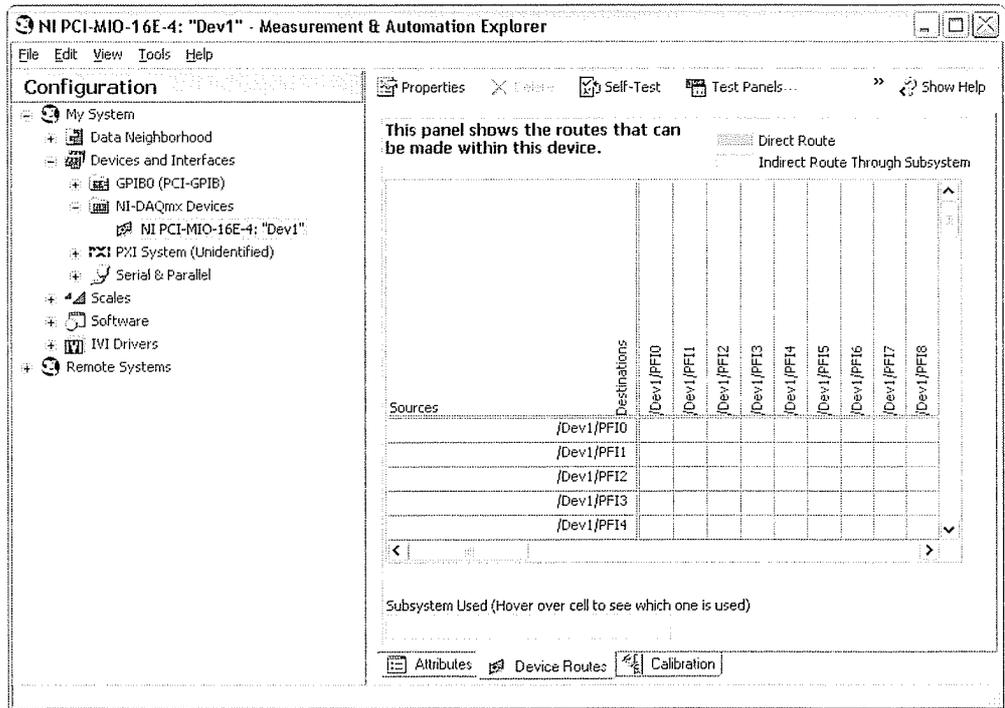

Figura 8-5. Rutas del dispositivo
6. Seleccione la ficha **Device Routes** para ver información detallada de las señales internas que pueden enrutarse a otros destinos del dispositivo, como en la figura 8-5. Éste es un recurso potente que representa visualmente las señales disponibles para temporizarse y sincronizarse con componentes del dispositivo y de otros dispositivos externos.